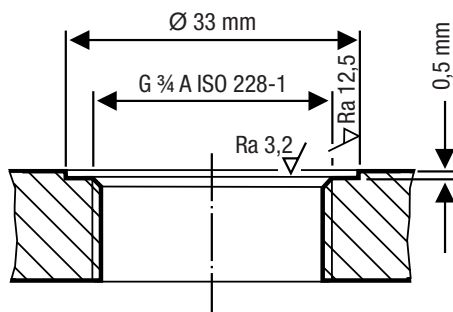

Bild 10
- Var noga med att få till en felfri teknisk anläggningsyta för nivåelektroden, se Bild 10.
Tätningssytan ska utföras enligt Bild 10.